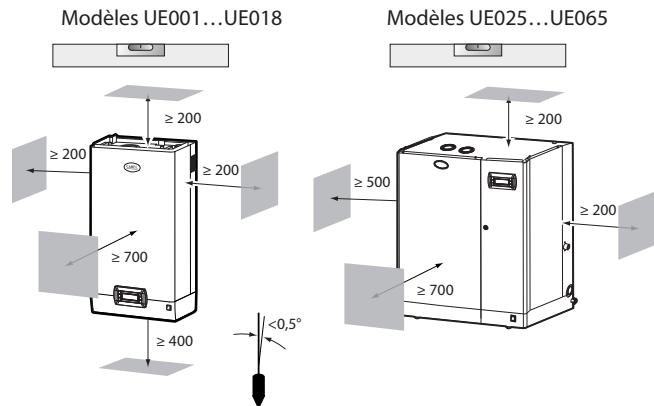

Fig. 1.b
- positionner l'humidificateur horizontalement, en observant les espaces minimum (voir Fig. 1.b) pour permettre les opérations d'entretien nécessaires.
Monter l'humidificateur au mur à l'aide de l'étrier de support déjà fixé sur l'humidificateur, en utilisant le kit de vis en dotation (pour les valeurs en mm voir Fig. 1.c).